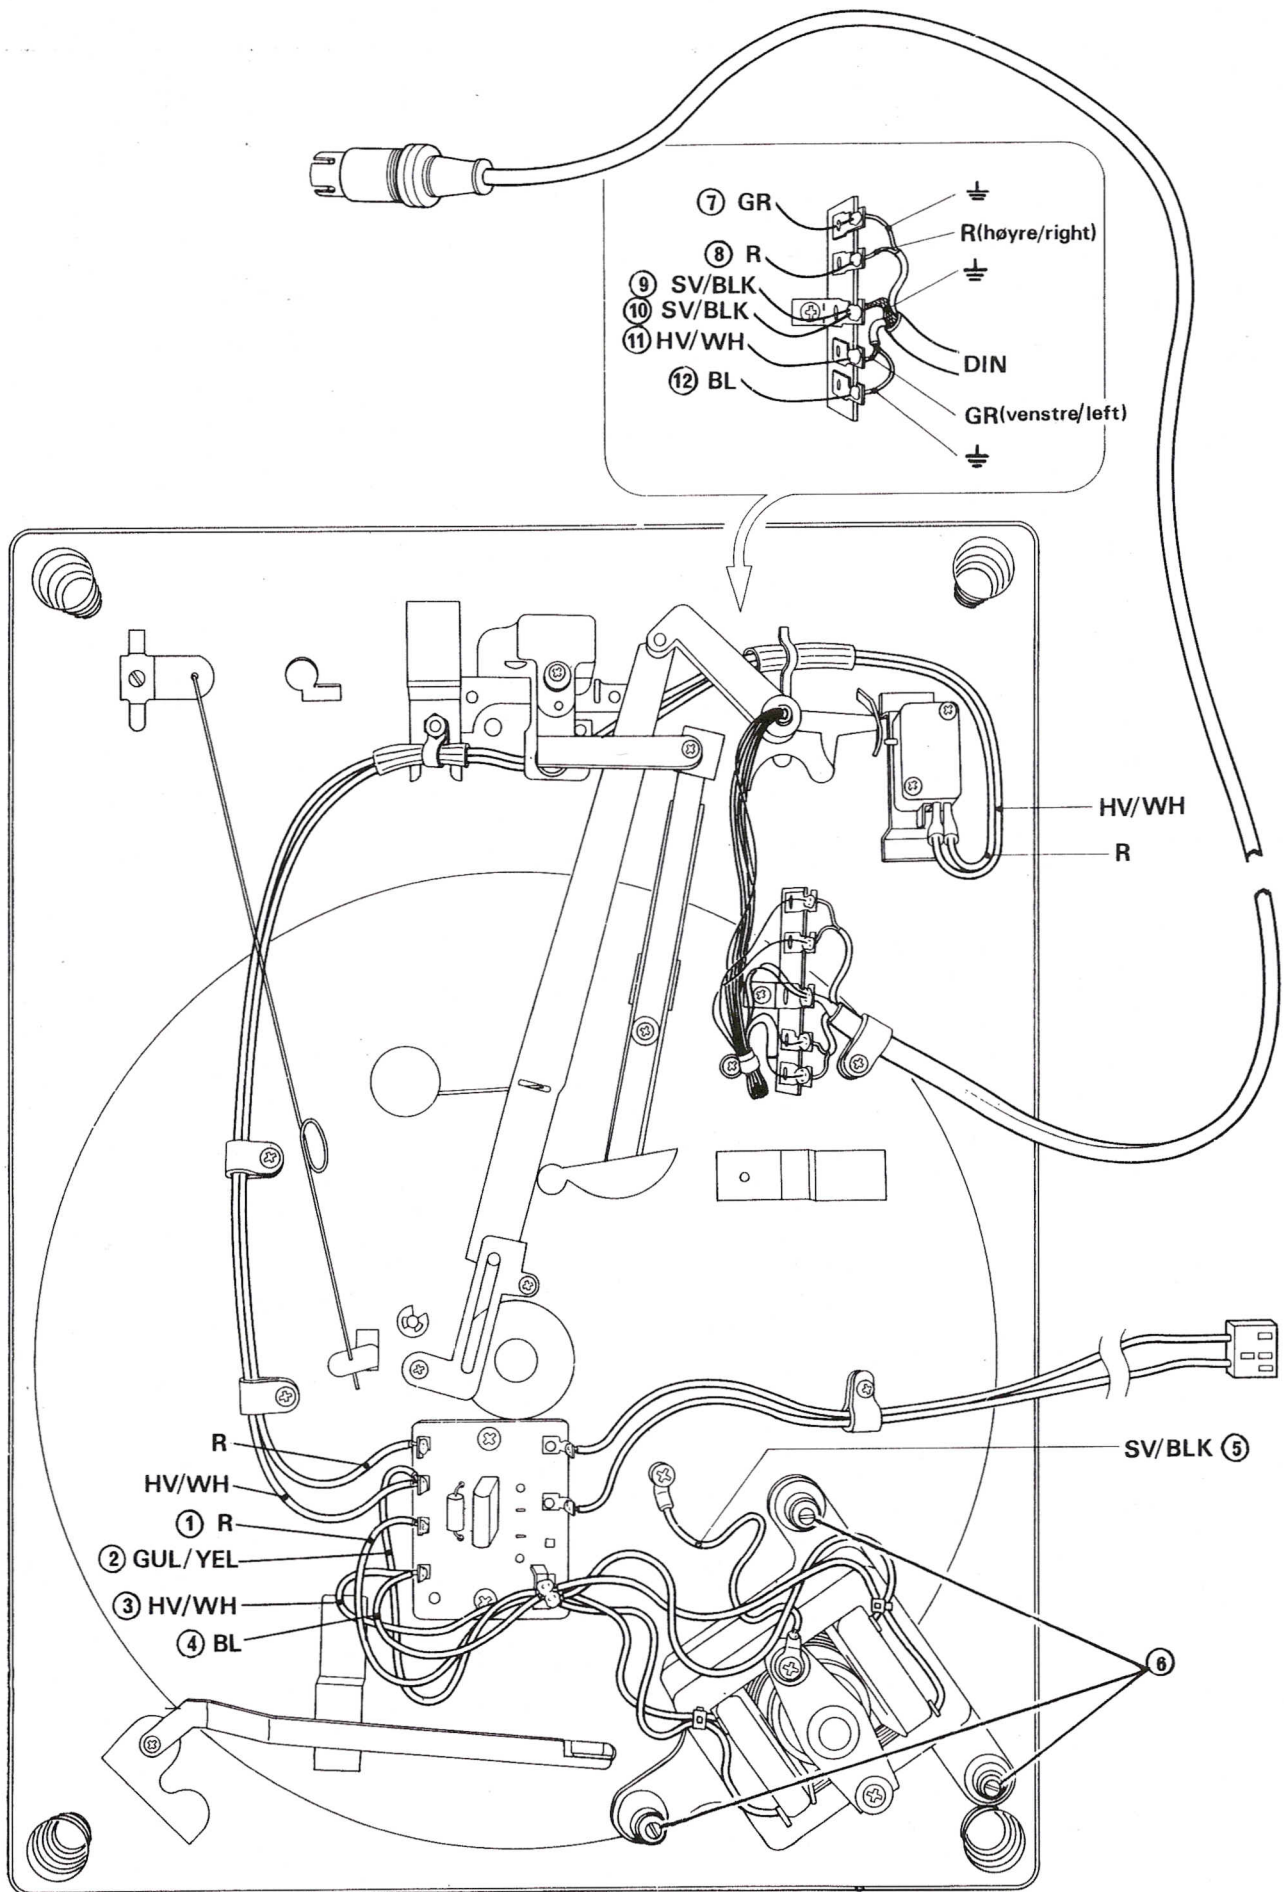

Fig.6. Mellomkoplinger
2.5 Utmontering av motor (fig. 6)
- Lodd løs ledningene (1) (4) på kraftforsyningsplaten.
- Løs jordledningen (5).
- Ta av E-ringer (6) og skiver.
2.5 Dismantling the motor (fig. 6)
- Unsolder the leads (1) to (4) on the power supply board.
- Loosen earth lead (5).
- Take off the E-rings (6) and washers.
- Lodd løs ledningene (7) (12), se fig. 6.
- Unsolder the leads (7) to (12), see fig. 6.
- For feilsøking i ledningsføring, se fig. 6.